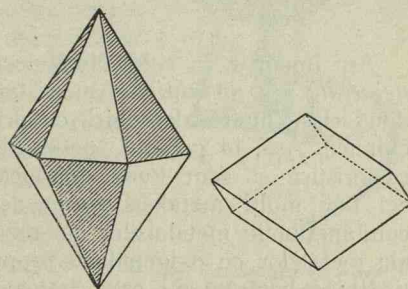

Fig. 154. Romboedrul.
**Romboedrul** derivă din piramida hexagonală suprimând 3 fețe sus și 3 jos, în mod altern, fig. 154. El are 6 fețe, romburi egale 6 muchii *culminante* și 6 muchii laterale, care merg în zig-zag. *Axa verticală* unește cele două unghiuri *culminante* care sunt formate din 3 *unghiuri plane egale*. *Axele secundare* unesc mijlocul muchiilor laterale care merg în zig-zag.